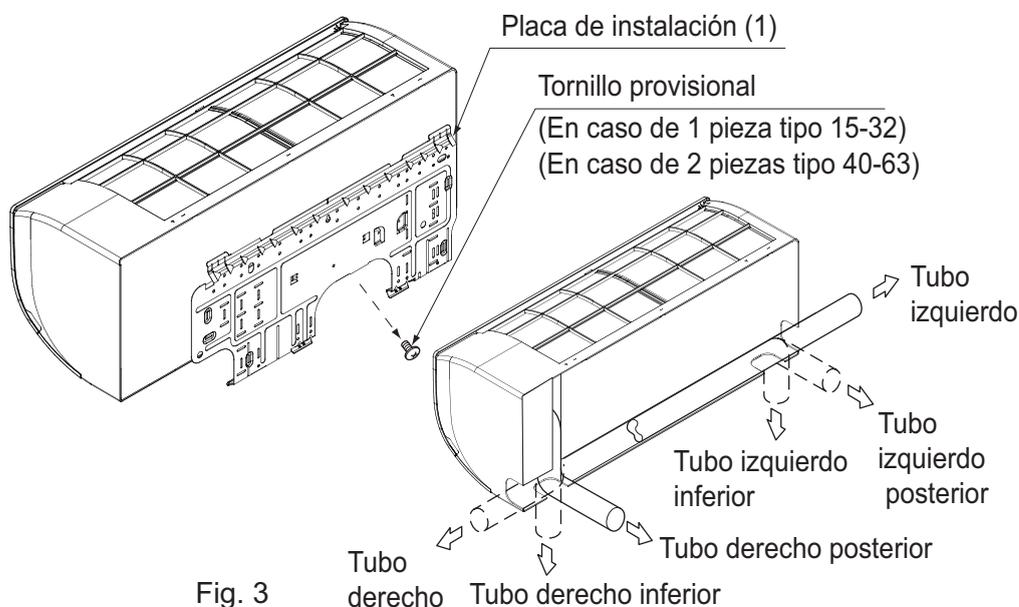

Fig. 3
**(1) Abra el orificio pasante de la tubería.**
- Es posible pasar los tubos de refrigerante y de desagüe en uno de estos 6 sentidos: izquierda, abajo izquierda, atrás izquierda, derecha, abajo derecha y atrás derecha. **(Refiérase a la Fig. 3)**
**(2) Retire la placa de instalación (1) de la unidad y fíjela a la pared.**
**(Refiérase a la Fig. 3)**